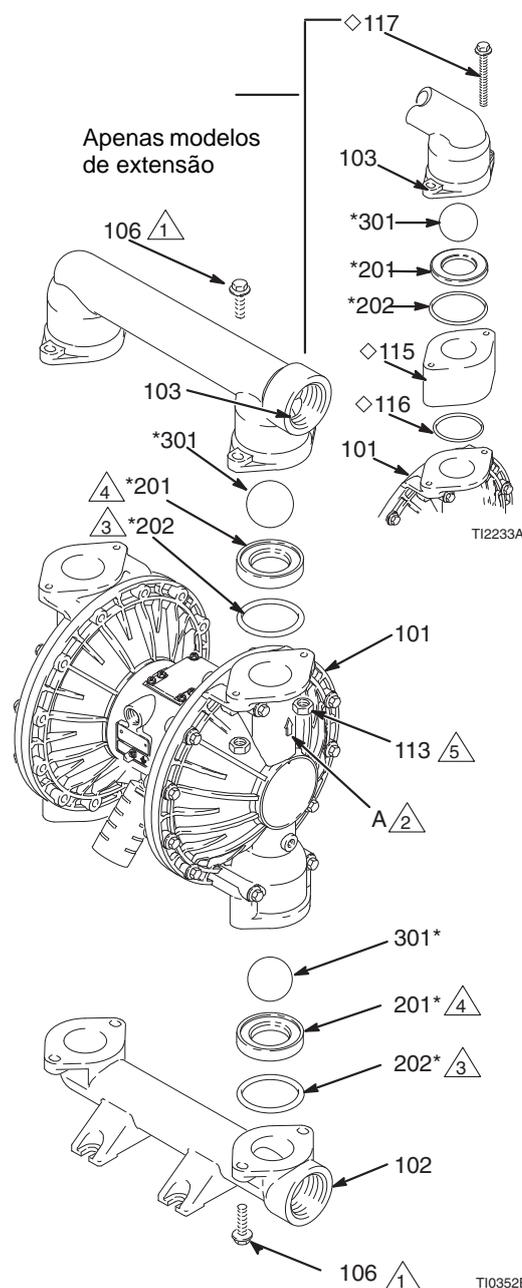

FIG. 10
3. Utilizando uma chave de caixa de 10 mm, remova as quatro cavilhas (106) que unem a tubagem de saída (103) às tampas de produto (101). Consulte a Fig. 10.
4. Remover as sedes (201), as esferas (301) e os o-rings (202) da tubagem.
2. Volte a montar pela ordem inversa, seguindo todas as notas na FIG. 10. Assegure-se de que os retentores de esfera são montados **exatamente** como mostrado. A setas (A) nas tampas do líquido (101) **têm** de apontar para o coletor de saída (103).